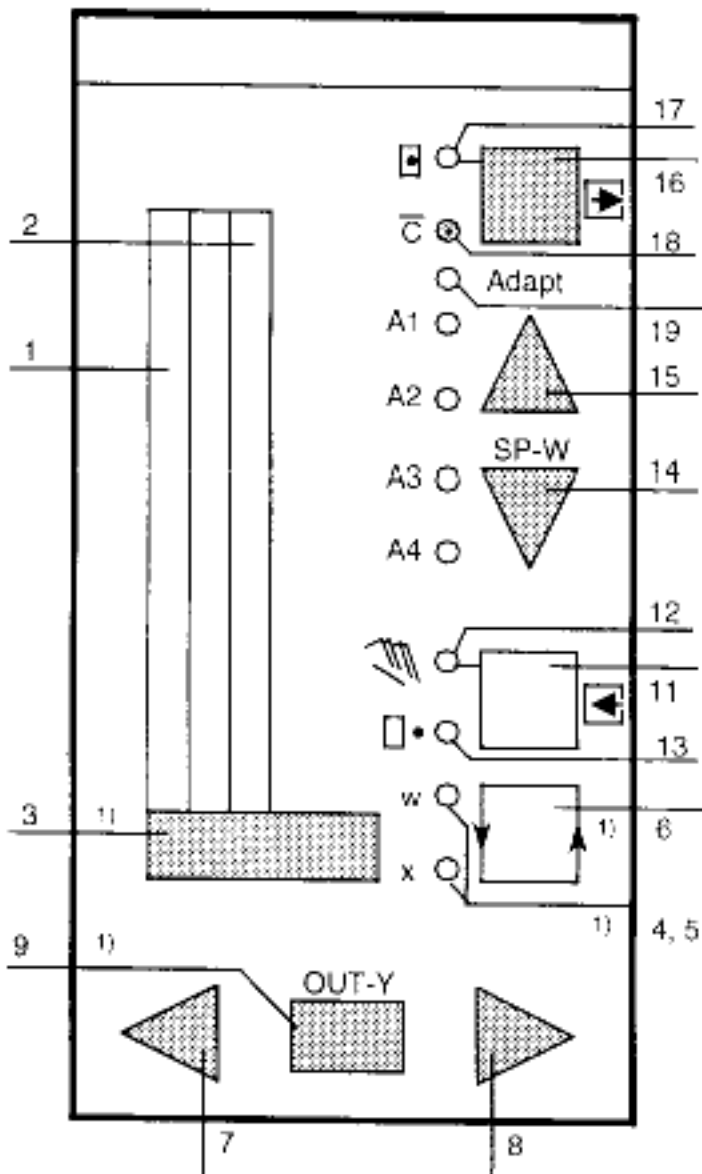

Рис. 5.5 Элементы управления и индикации в режиме конфигурации AdAP
При прерывании адаптации на цифровой w/x-индикации (3) сообщение об ошибке индицируется мигающим. С помощью клавиши Enter (11) сообщения об ошибках квитируются (см. рис. 5.5).
Пояснения к рис. 5.5: